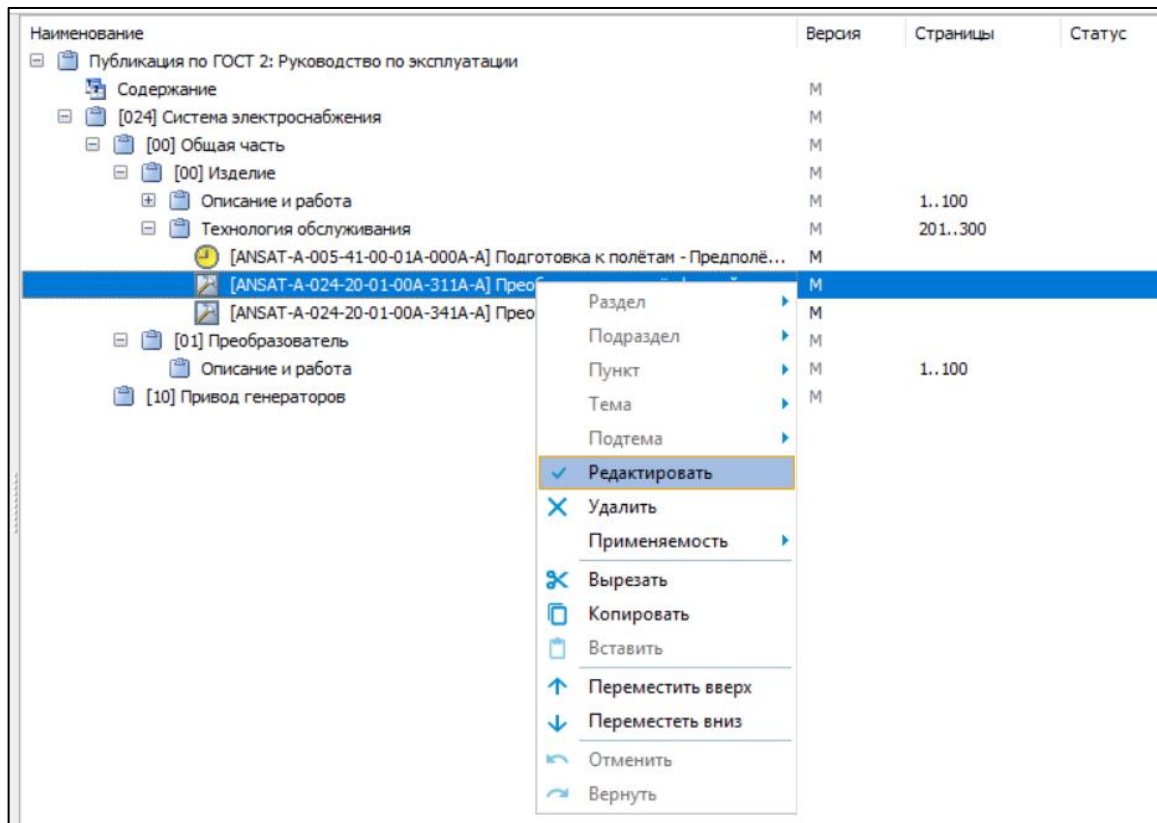

Рисунок 936
3) В открывшемся меню нажмите кнопку **Редактировать** (рисунок 936).